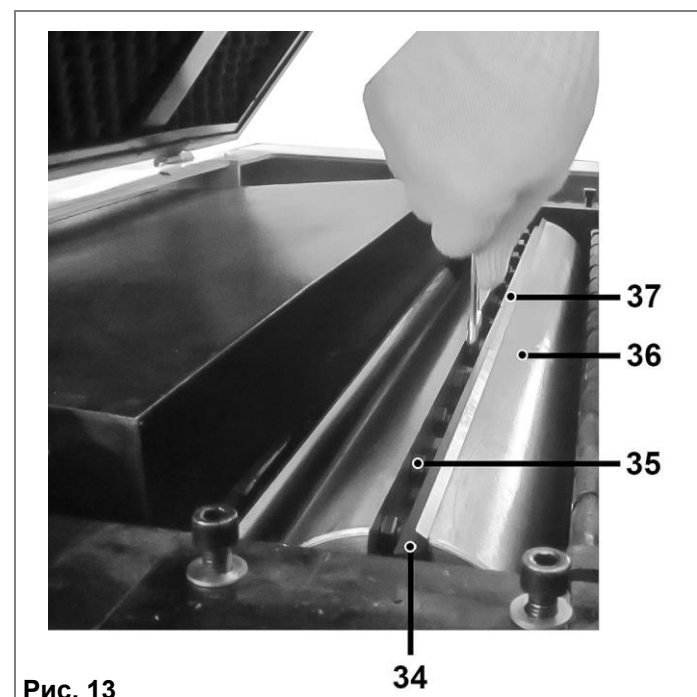

Рис. 13
10.3.2. Ослабьте фиксацию двух прижимных планок (34) на рабочем валу (36), вращая специальные болты (35) по часовой стрелке (Рис. 13).